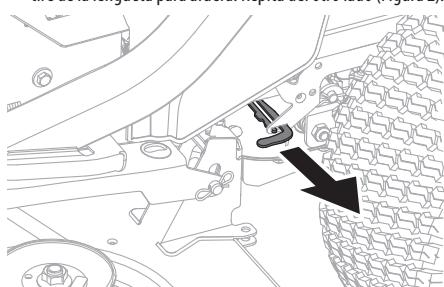

Figura 2
1. Para enganchar las lengüetas de derivación de la transmisión, tire de la lengüeta para afuera. Repita del otro lado (Figura 2).